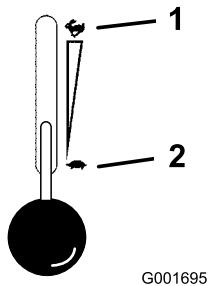

Figura 14
5. Si el motor está frío, mueva el control del acelerador a la posición de **Rápido** antes de arrancarlo (Figura 14).
2. Ponga la palanca del acelerador en un punto intermedio entre las posiciones lento y rápido (Figura 14).